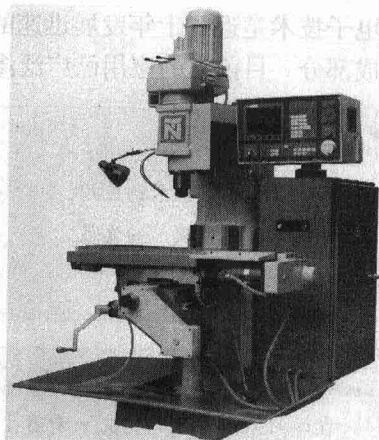
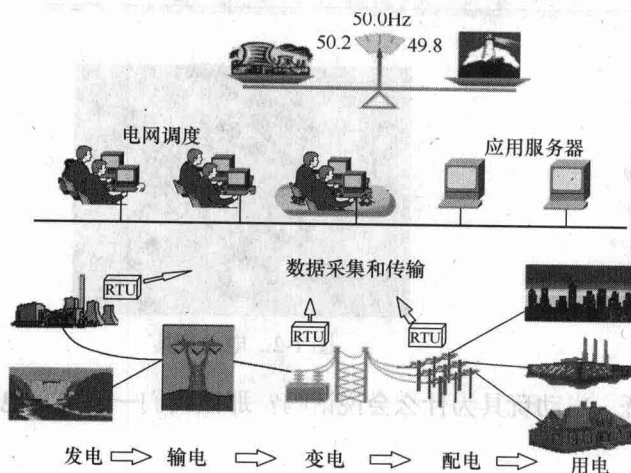

图 1-4 数控机床
图 1-5 电力系统的传输和控制示意图
(2) 控制是电子技术的另一大应用领域，如数控机床和电力系统的传输和控制，如图 1-4 和图 1-5 所示。